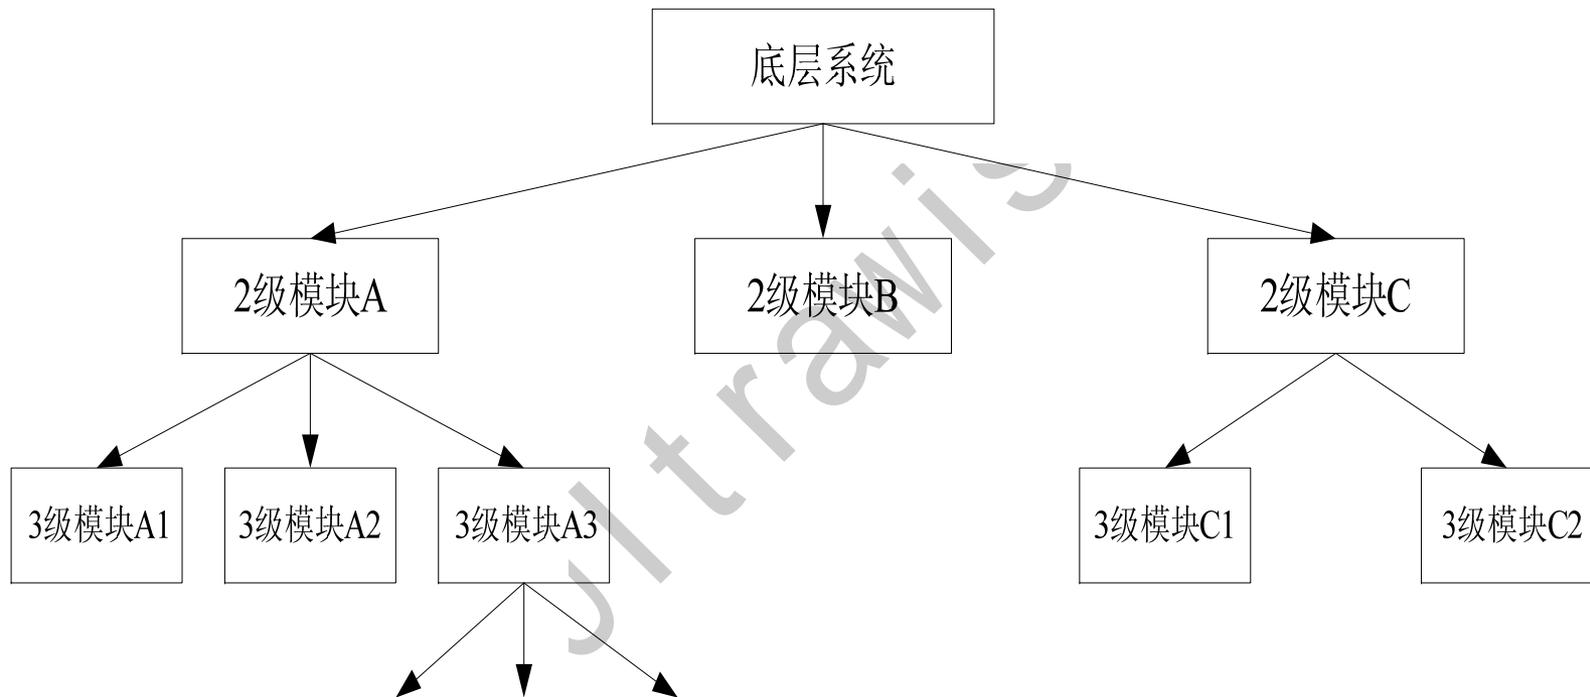

图3 自顶向下的FPGA设计开发流程
- Verilog HDL程序设计时，首先从系统级开始，把系统划分为若干个二级单元，并对其接口和资源进行评估，编制出相应的行为或结构模型；再将各个二级单元划分为下一层次的基本单元，一直做下去，直到可以直接用可综合的Verilog HDL语句来实现为止，如图3所示。这就允许多个设计者同时设计一个硬件系统中的不同模块，并为自己所设计的模块负责。同时，也要求设计人员在开发之前，应当对设计的全貌有一定的预见性。